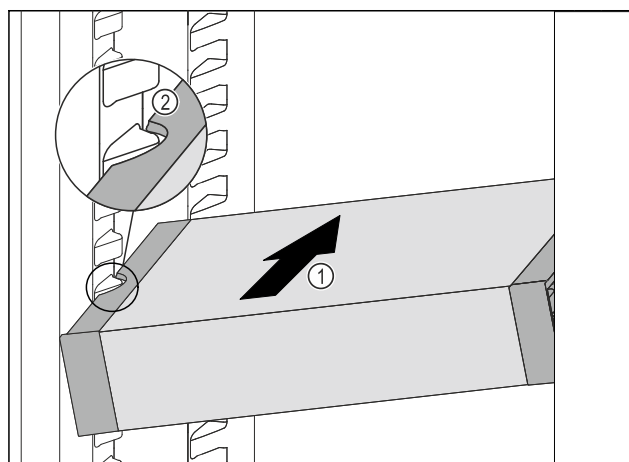

Fig. 129
- Futni pjerrtas VarioSafe në pjesën e ftohjes Fig. 129 (1), derisa foletë anësore të VarioSafe të jenë në lartësinë e brinjëve të kutisë në pjesën e ftohjes.